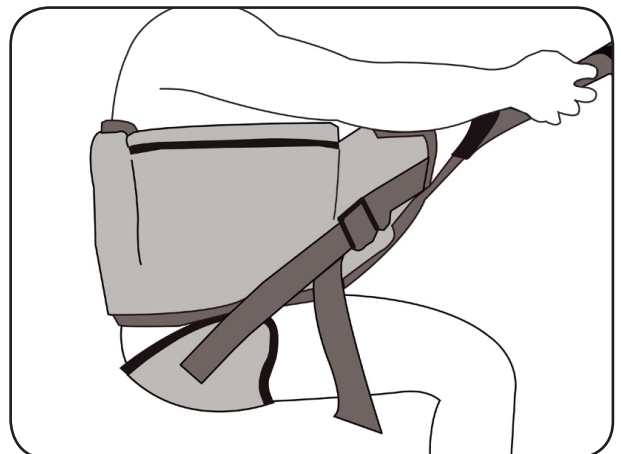

Abbildung 40
9. Neigen Sie den Oberkörper des Patient nach vorne. Lösen Sie die Sitzschaukel vom Klett und ziehen Sie diese mit Hilfe des Patienten möglichst eine Hand breit unter das Gesäß. Ziehen Sie die Sitzschaukel mit den Gurtenden gleichmäßig stramm (Abbildung 40).